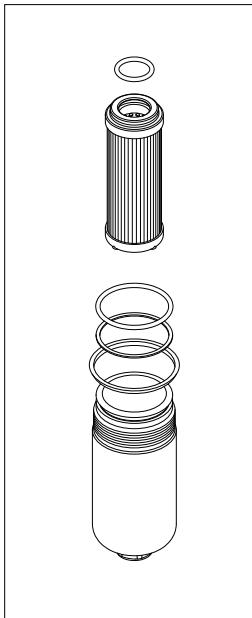

fig. 19
- (Fig. 19) Alloggiare 1°: l'anello antiestrusione e 2°: l'O-ring nella gola del contenitore, inserire l'O-ring nel cerchietto dell'elemento filtrante